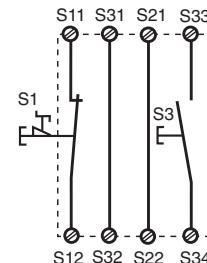

Fig. 3: Circuito de entrada monocanal, rearne supervisado/Circuito di ingresso monocanale, start controllato/Eenkanalig ingangscircuit, bewaakte start
- Fig. 3, 4 y 5, 6: **no hay** conexión S13-S14
- Fig. 3, 4 e 5, 6: **nessun** collegamento S13-S14
- Fig. 3, 4 en 5, 6: **geen** verbinding S13-S14